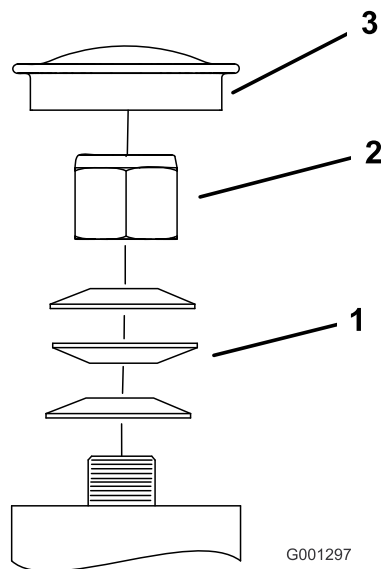

Figure 54
3. Retirez le capuchon antipoussière de la roue pivotante et serrez le contre-écrou (Figure 54).
4. Continuez de serrer le contre-écrou jusqu'à ce que les rondelles élastiques soient aplaties, puis desserrez-le de 1/4 de tour pour obtenir la précharge correcte des roulements (Figure 54).
Important: Veillez à placer les rondelles élastiques comme montré à la Figure 54.
5. Reposez le couvre-moyeu (Figure 54).